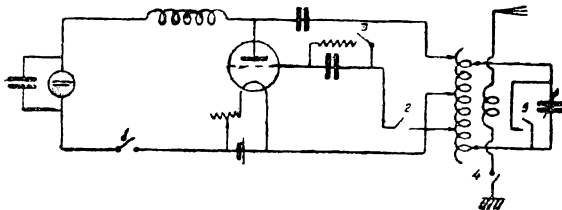

Рис. 1
Цепь анода разрывается сравнительно часто. Это может осуществляться, как показано на рис. 1 (1). При наличии высокого напряжения в цепь анода включается вместо ключа специаль-
Очень широко распространены способы помещения ключа в цепь сетки, при размыкании цепи сетки в точке 2 рис. 1 прекращается доступ на сетку переменного напряжения, и колебания прекращаются. Однако при лампах, имеющих при